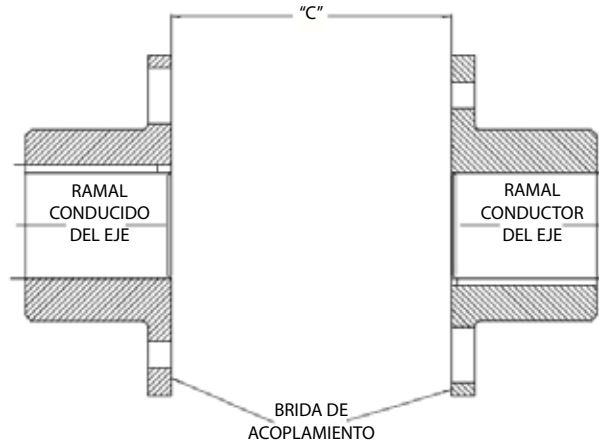

Figura 9 - Bujes de montaje en los ejes
9.1. Verifique que los bujes se hayan montado para proporcionar la dimensión "C" correcta que se muestra en la Figura 9 y se define en la Tabla 1. La dimensión "C" es la distancia medida entre las caras de los dos rebordes del buje. Observe que la dimensión "C" no incluye la longitud angosta y extendida de material que proporciona el piloto en el diámetro exterior del buje.